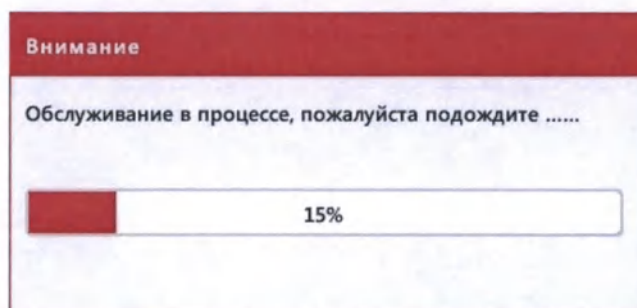

Рис.10.5-2 Информационное окно обслуживания с полосой прогресса
- 1) Нажмите кнопку **«Удаление засора»** - запустится процесс выполнения прожига апертуры и последующей её очистки от отслоившихся и разрушенных прожигом частиц обратным потоком реагента (Рис.10.5-2).